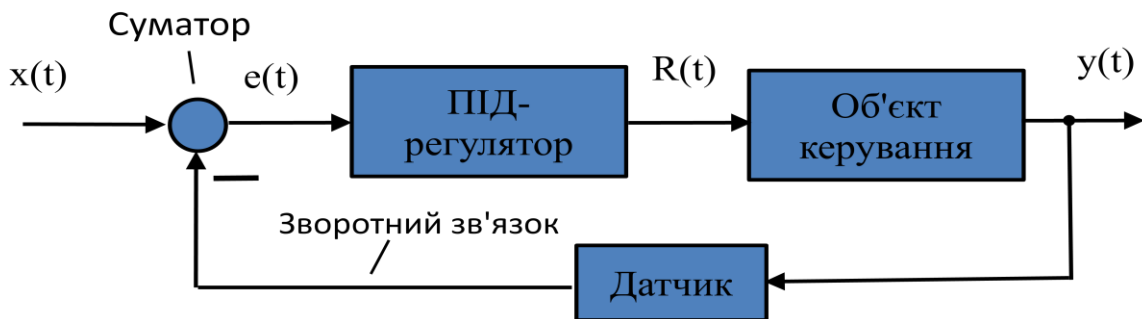

Рисунок 1 – Функціональна схема САР
1.1 Реалізувати одноконтурну систему автоматичного регулювання (САР) в SCADA-системі. Функціональна схема САР показана на рис. 1. Вона містить об'єкт керування, ПІД-регулятор, датчик регульованої змінної, а також суматор, що обчислює похибку $e(t) = x(t) - y(t)$ між заданим $x(t)$ та дійсним $y(t)$ значенням регульованої змінної.